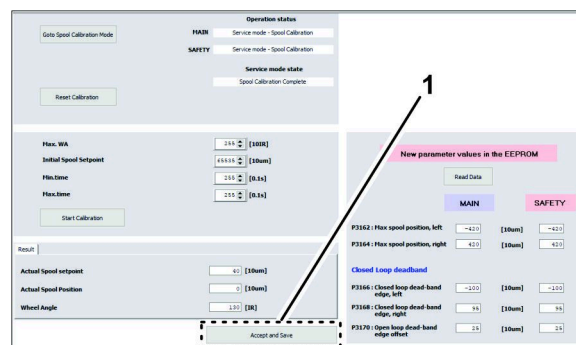

図 154
5. スプール調整画面の下部にある同意して保存アイコンをクリックします(図 154)。